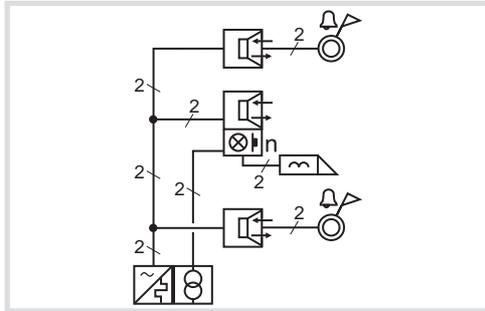

Figura 16: audio i2 – Collegamento di una stazione da porta sui piani
- Le stazioni da porta sui piani possono essere usate per chiamare solo i posti interni della linea di pertinenza (figura 16). Come indirizzo della porta sui piani si può impostare A ... F.